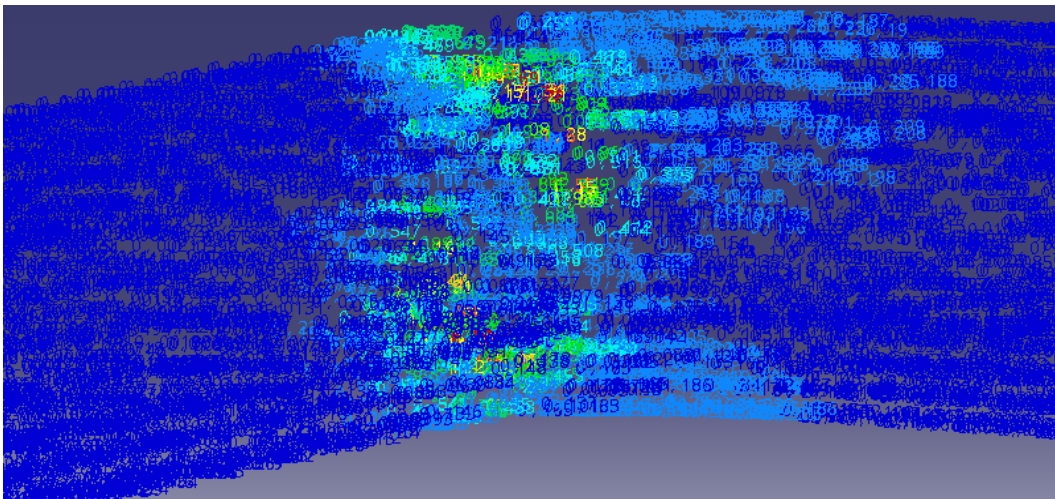

Figura 48 Configuración de imagen 5
- Text: se representa el valor numérico de la tensión promediada de cada tetraedro (Figura 48).